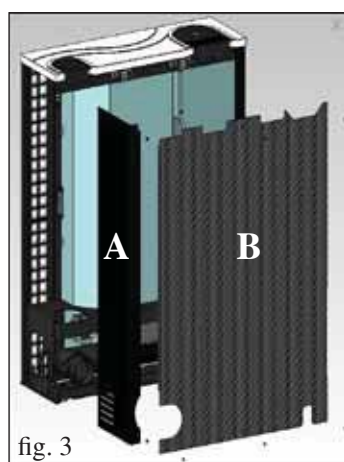

fig. 3
- Desmontar o painel lateral metálico à direita desparafusando os 2 parafusos (A - fig. 3).
- Desmontar o painel posterior desparafusando os 6 parafusos (B - fig. 3).